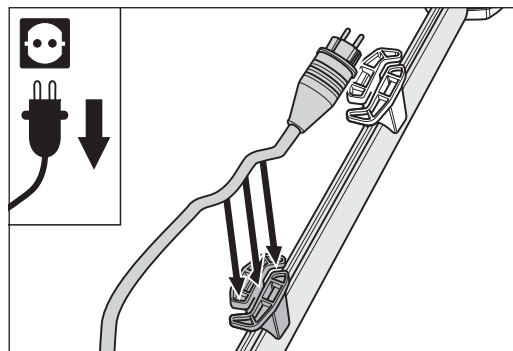

Abb. 4 Das Motorkabel in den unteren Kabelhalter am Stielrohr einlegen.
- 3 Legen Sie das Motorkabel in den unteren Kabelhalter am Stielrohr ein (Abb. 4).